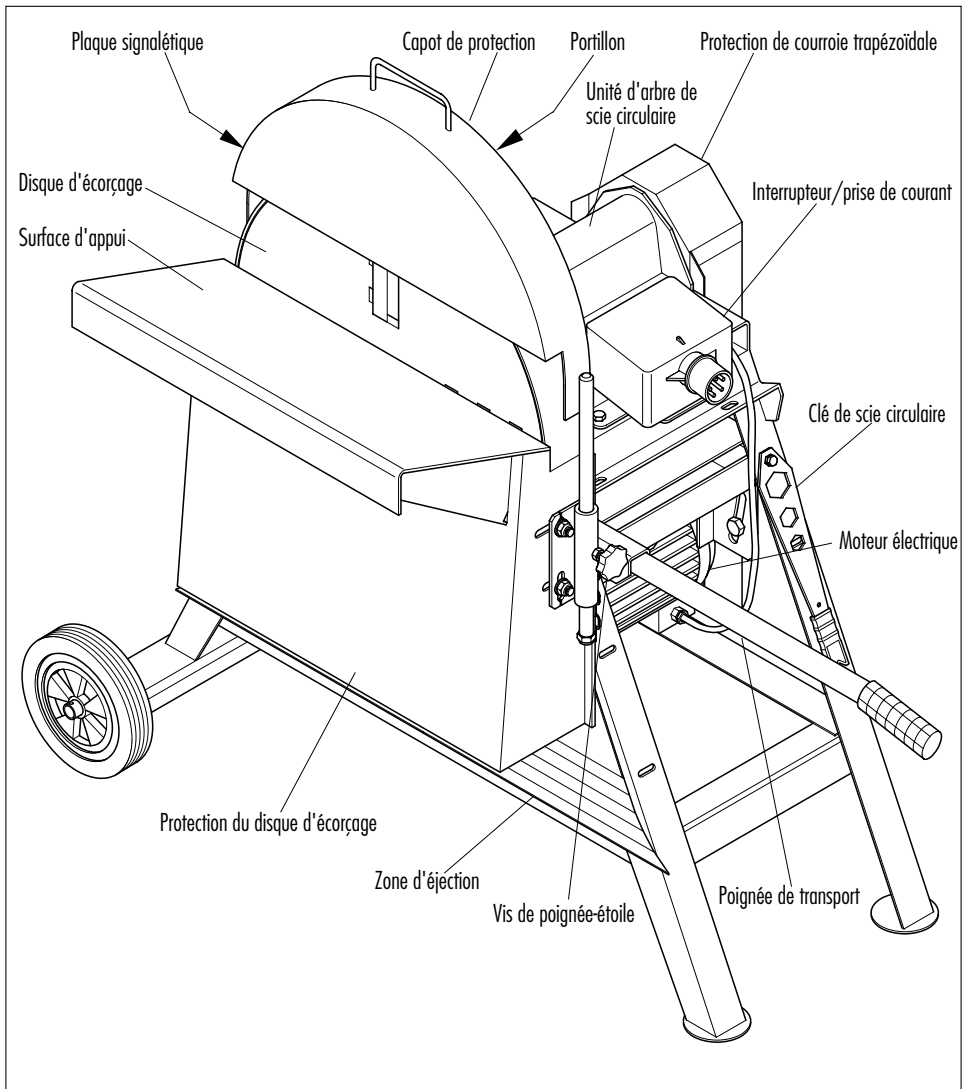

Figure 1 - Ecorceuse-apointeuse à entraînement par courroie trapézoïdale
▼ Si les lames doivent être ajustées, ouvrir le portillon à l'arrière de la protection du disque d'écorçage (voir Figure 1 - Ecorceuse-appointeuse à entraînement par courroie trapézoïdale).
1. Soulever la poignée de transport et la bloquer avec le connecteur à ressort (voir Figure 1 - Ecorceuse-appointeuse à entraînement par courroie trapézoïdale).